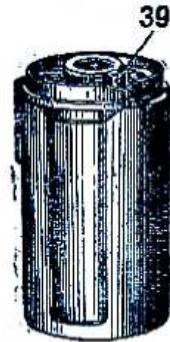

Рис. 4.
- 89. Кнопка кассеты (рис. 4)
Кассета (рисунок 4) состоит из трех частей: обоймы, гильзы и катушки.